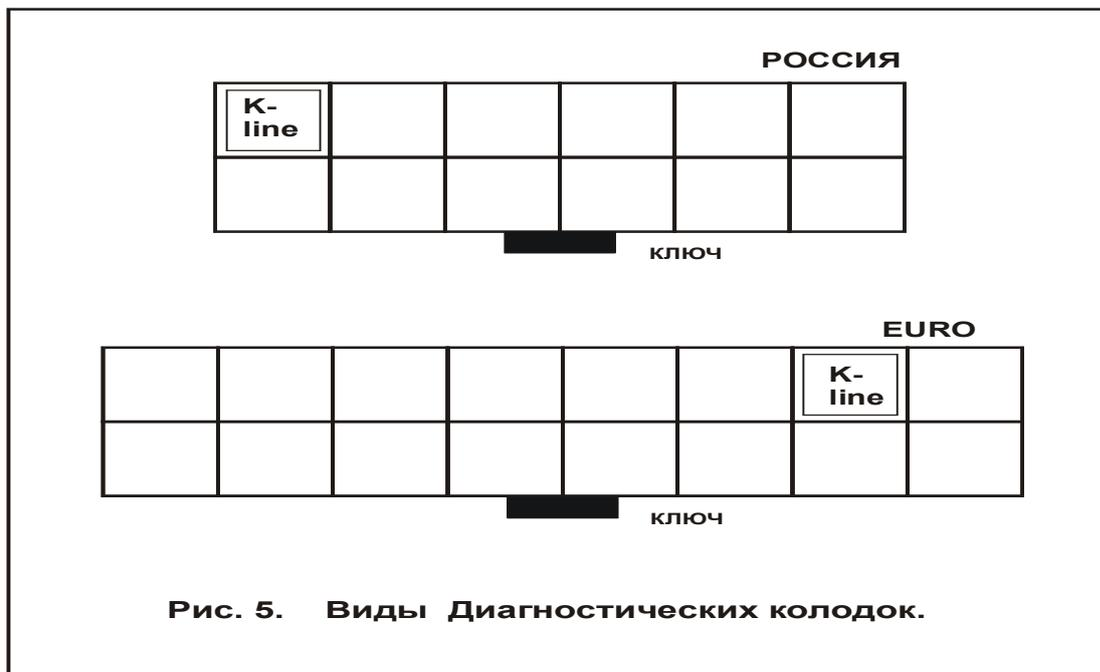

Рис. 5. Виды Диагностических колодок.
**Провод сигнала К-линии.** **Желто-черный** провод, подключаемый к К-линии необходимо подвести к желто-черному проводу, отходящему от колодки диагностики (сигнал K-line). Место расположения колодки диагностики можно найти в инструкции Вашего автомобиля. Схема подключения к колодкам диагностики различного типа и искомый контакт – на **рис.5**. Оба провода соединить зажимом, имеющимся в комплекте проводов.